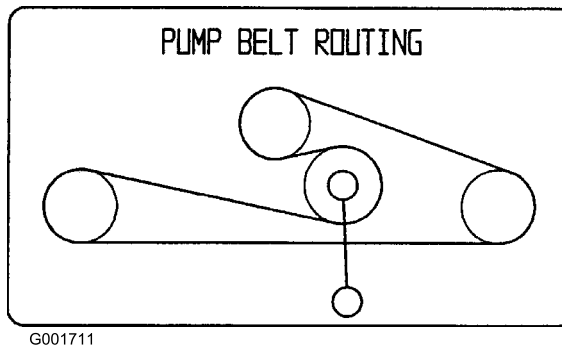

Figure 57
1. Abaissez la poulie de tension rappelée par ressort et enlevez la courroie des poulies du moteur et de la pompe hydraulique (Figure 57). Retirez la courroie entre les poulies.
2. Montez la courroie neuve sur les poulies du moteur et des pompes hydrauliques (Figure 57).
3. Abaissez la poulie de tension rappelée par ressort et alignez-la sous la courroie de transmission. Relâchez la poulie rappelée par ressort (Figure 57).